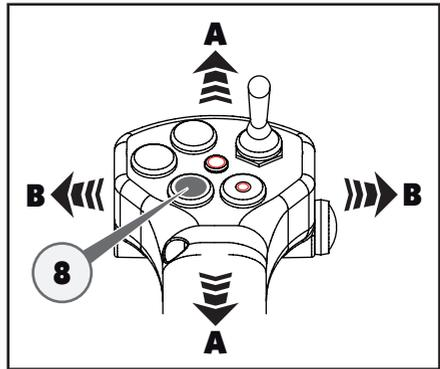

Abb. 5.118
Wenn der Joystick in die in der Abbildung (Abb. 5.118) gezeigten Positionen „B“ bewegt und gleichzeitig die Sicherheitstaste (Totmannschaltung) und die grüne Taste (8) gedrückt werden, werden die Hydraulikanschlüsse gemäß der Darstellung in der Abbildung gespeist (Abb. 5.119-5.120).
Wenn der Joystick in die in der Abbildung (Abb. 5.118) gezeigten Positionen „A“ bewegt und gleichzeitig die Sicherheitstaste (Totmannschaltung) und die grüne Taste (8) gedrückt werden, werden die Arme des Heckkrafthebers manövriert.